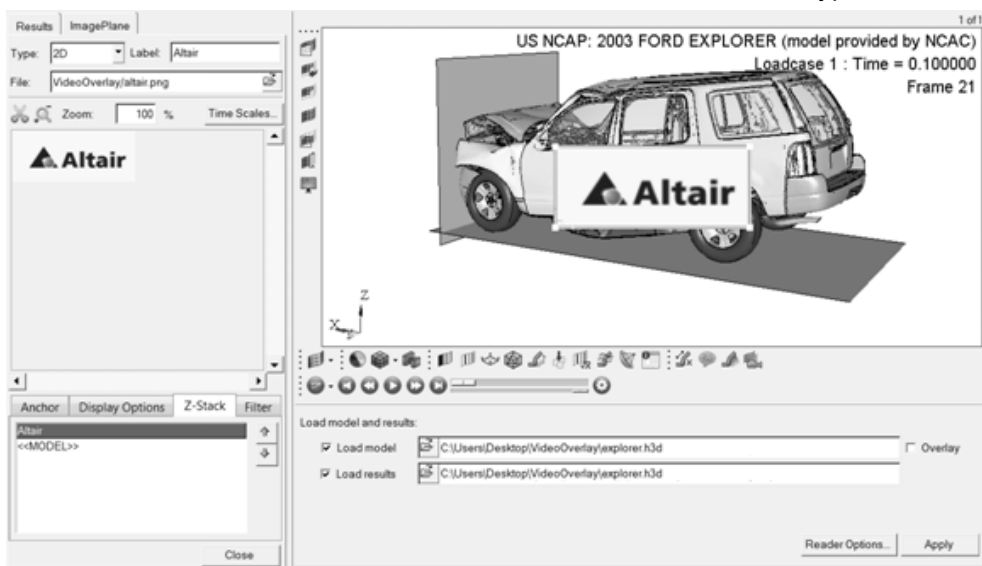

图 13-70 将图片置于上层
(8) 注意到图片处于不可见的状态，因为该图片被置于动画的下层。激活 Image Plane 对话框中的 Z-Stack 标签，选中图片 Altair，单击箭头 () 按钮，将图片置于向上一层，如图 13-70 所示。